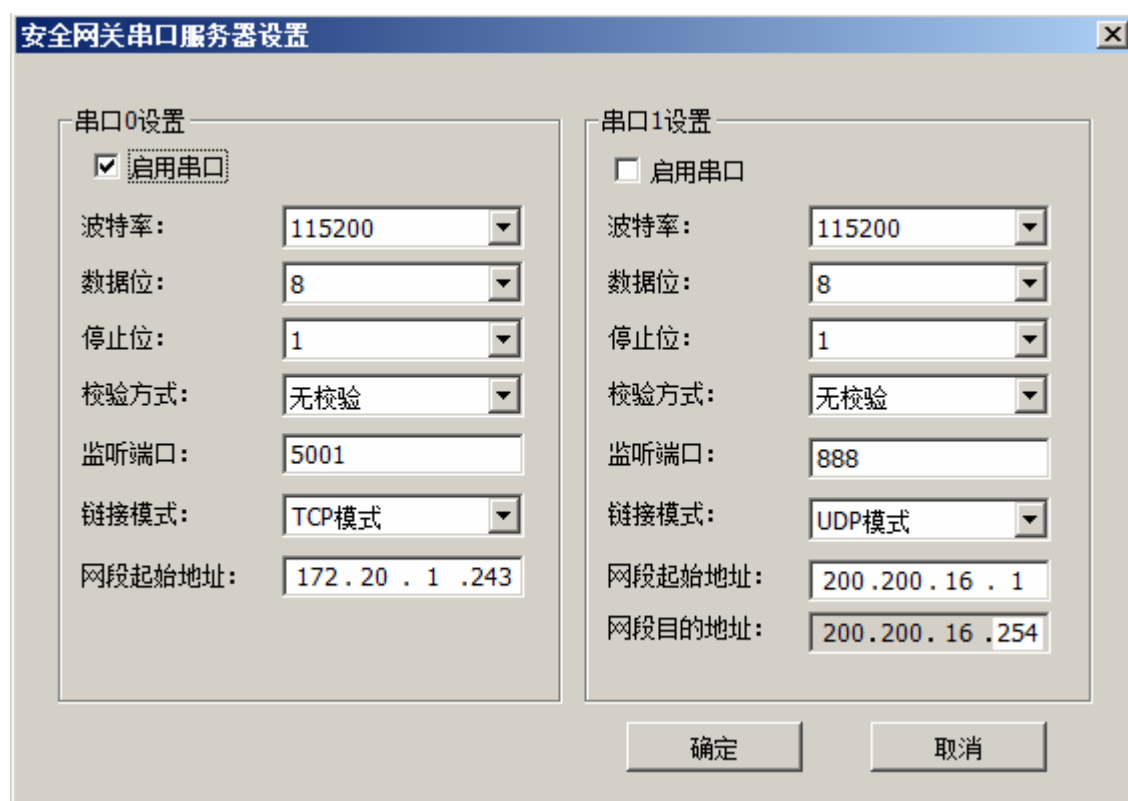

图 2-22 串口服务器设置
8. 弹出的“串口服务器设置”界面如图 2-22所示，可启用某个或所有串口，并对串口的波特率、数据位、停止位、校验方式、监听端口、链接模式和网段地址等进行设置，完成后，点击“确定”。